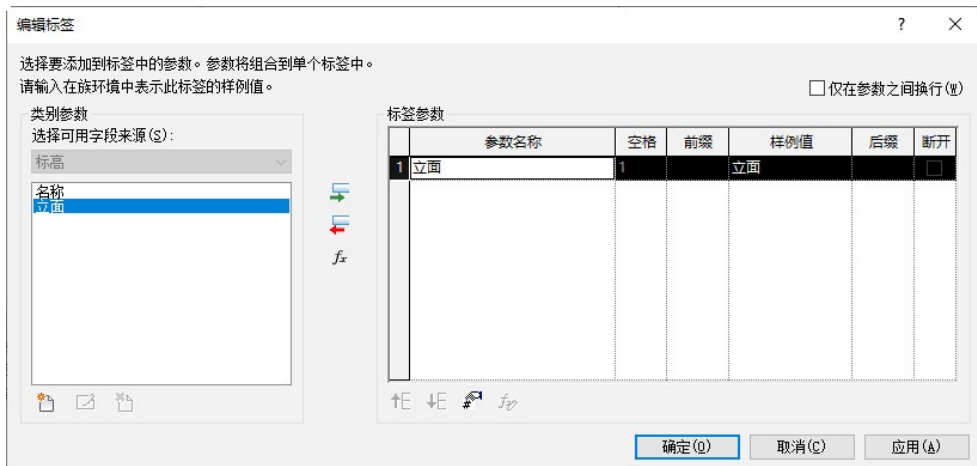

图 3-13 “编辑标签”对话框
(5) 在标高符号的水平线上单击确定标签位置, 打开“编辑标签”对话框, 在“类别参数”栏中选择立面, 单击“将参数添加标签”按钮, 如图 3-13 所示。